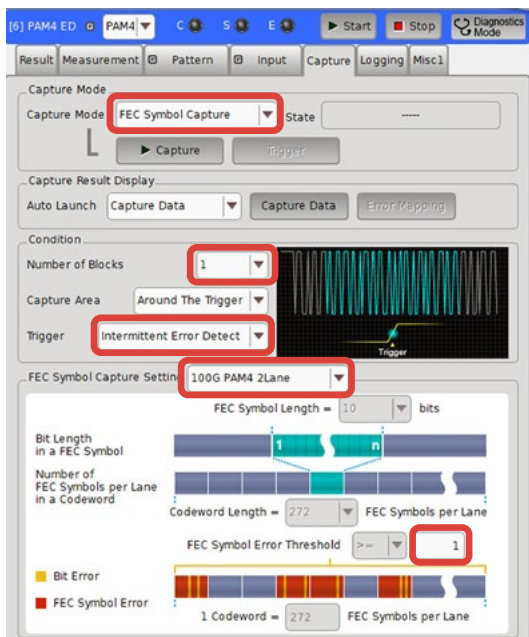

図3.2-6 FEC Symbol Capture機能初期設定
1. PAM4 ED設定画面のCaptureタブで、Capture ModeをFEC Symbol Captureに設定します (図3.2-6)。